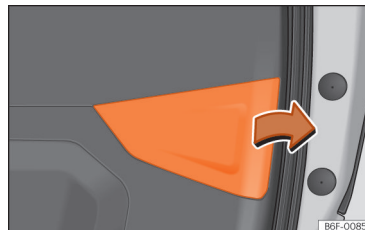

Abb. 173 Geöffnete Heckklappe: Abdeckung entfernen.
- Nehmen Sie die Gepäckraumklappe in Pfeilrichtung ab »» [Abb. 173].